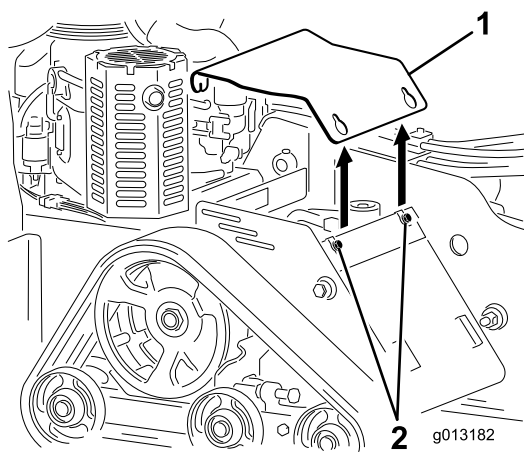

Figura 23
4. Afloje secuencialmente los 3 pernos que sujetan la cubierta al bastidor hasta que la cubierta quede suelta (Figura 23).
6. Para instalar la tapa antes de utilizar la máquina, deslícela en su sitio y sujétela con los 3 pernos que retiró anteriormente (Figura 23).